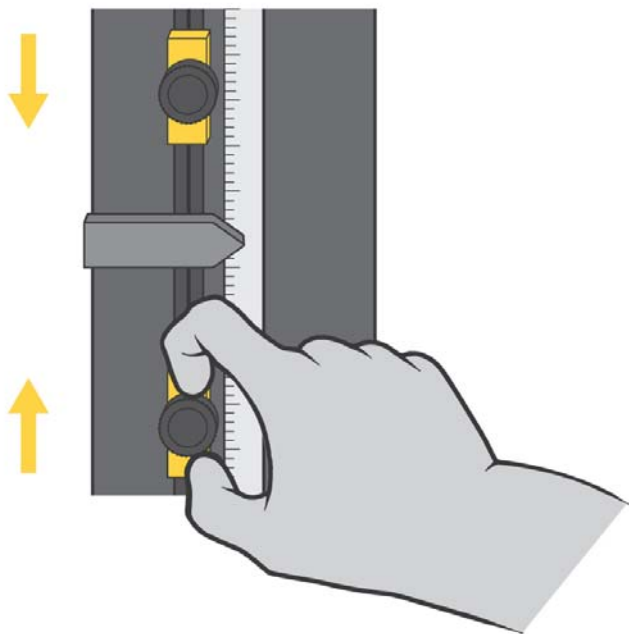

Figure 29. Réglage des butées de fin de course
Les butées de fin de course de traverse sont constituées par deux blocs réglables montés sur la tringle des contacteurs de fin de course située dans la colonne de la machine, comme illustré en Figure 29 à la page 120. Les butées de fin de course (1 et 2) possèdent des vis moletées qui peuvent être serrées et desserrées à la main de manière à les fixer dans une position quelconque sur la tringle des fins de course. Positionnez ces butées légèrement au-delà des paramètres d'essai pour éviter tout dépassement de course de la traverse. Lorsque la traverse atteint sa course maximale prédéfinie, la came de commande du contacteur fin de course (3) entre en contact avec la butée correspondante. Ce contact entre la came et la butée déplace la tringle des fins de course et actionne les contacteurs de fin de course. Ceci arrête le déplacement de la traverse.